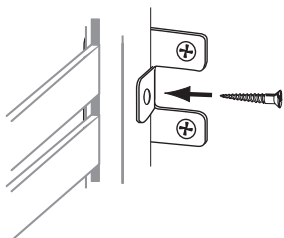

FIG. 3.6
7. Attacher la Tour aux équerres avec des vis n° 6 de 3/4 pouce. (Fig. 3.6)